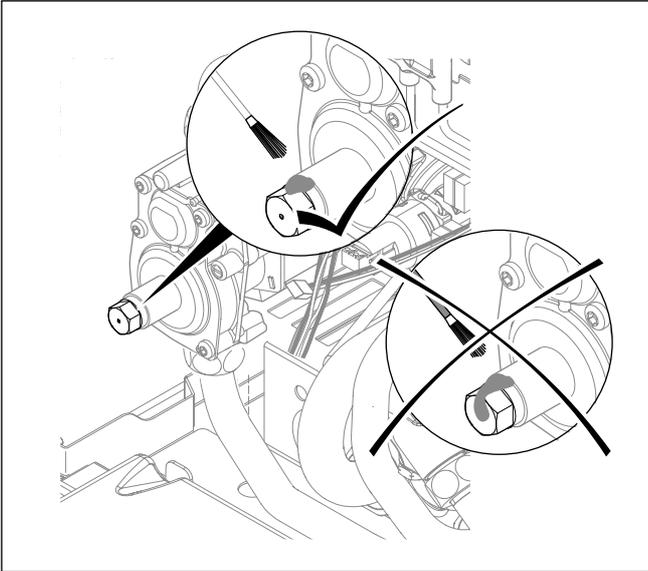

Fig. 6.7 Sigillatura del bullone esagonale della valvola del gas
- L'apertura centrale del bullone esagonale deve restare aperta e non va coperta né imbrattata con la cera sigillante; vedere fig. 6.7.